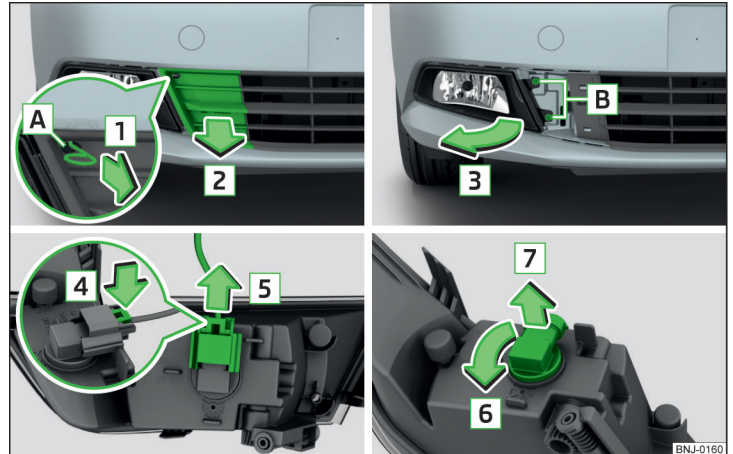

Abb. 215 Nebelscheinwerfer herausnehmen / Glühlampe für Nebelscheinwerfer wechseln
- › Durch Ziehen am Haken in Pfeilrichtung **1** das Schutzgitter in Pfeilrichtung **2** abnehmen » Abb. 215.
- › Die Verriegelung am Stecker in Pfeilrichtung **4** drücken » Abb. 215.
- › Den Nebelscheinwerfer entgegen der Pfeilrichtung **[3]** » Abb. 215 einsetzen und festschrauben.